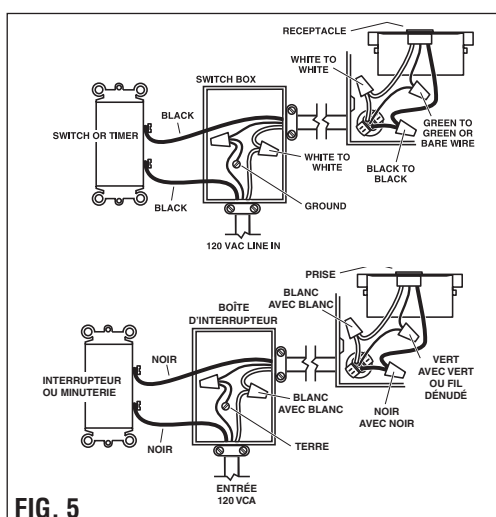

FIG. 5
4. **TURN OFF POWER AT SERVICE ENTRANCE** and connect wiring from fan to house wiring using correct size wire connectors. Connect black supply (house) wire to black wire on wire panel. Connect white supply (house) wire to white wire on wire panel. Connect ground (copper) supply (house) wire to green or copper wire in wire panel (FIG. 5). Push all wiring into corner under wire panel and slide wire panel back into original place - press and make sure tab on top is locked into side of housing. **CAUTION: DO NOT ALLOW WIRES TO EXTEND OUTSIDE OF WIRING PANEL. Exposed wires will become pinched or cut. Electrical short may result.**
4. **COUPER LE COURANT AU PANNEAU DE DISTRIBUTION** et brancher les fils du ventilateur au câblage domestique à l'aide de connecteurs de fils de la bonne taille. Brancher le fil d'alimentation noir (maison) au fil noir du panneau de câblage. Brancher le fil d'alimentation blanc (maison) au fil blanc du panneau de câblage. Brancher le fil de mise à la terre (cuivre) (maison) au fil vert ou en cuivre du panneau de câblage (FIG. 5). Pousser tout le câblage dans le coin sous le panneau de câblage et glisser le panneau en place - appuyer et s'assurer que la patte sur le dessus soit verrouillée dans le côté du boîtier. **ATTENTION: NE PAS LAISSER LES FILS DÉPASSER DU PANNEAU DE CÂBLAGE. Des fils exposés seront coincés ou coupés, ce qui pourrait entraîner un court circuit électrique.**